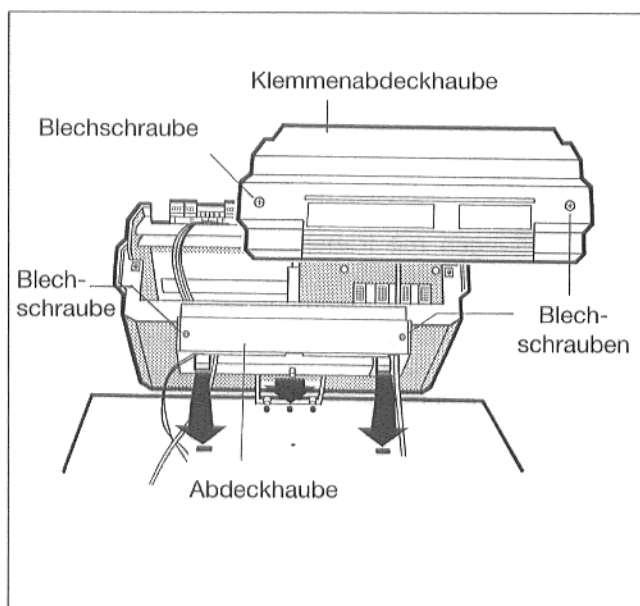

Abb. 13 – Prinzipabbildung
- Die beiden Blechschrauben aus der Klemmenabdeckhaube herausdrehen und Haube abnehmen (Abb. 13).
- Regelgerät so aufsetzen, daß sich die Einschiebehaken vorne in die ovalen Bohrungen einführen, Regelgeräte nach vorne ziehen und anschließend nach hinten abkippen, bis die beiden elastischen Haken rechts und links einrasten (Pfeile – Abb. 13).